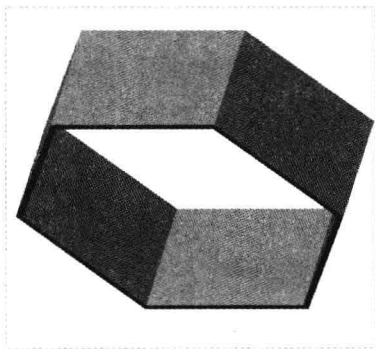

图 5-18 创建加厚特征
Step 04 单击“应用并保存在工具中所做的所有更改, 然后关闭工具操控板”按钮 , 即可创建加厚特征, 如图 5-18 所示。